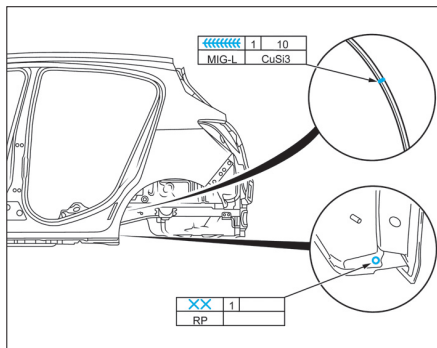

FIG. 30
- Souder la partie arrière intérieure de bas de caisse (Fig.30).
• Souder la partie arrière intérieure de bas de caisse (Fig.30).